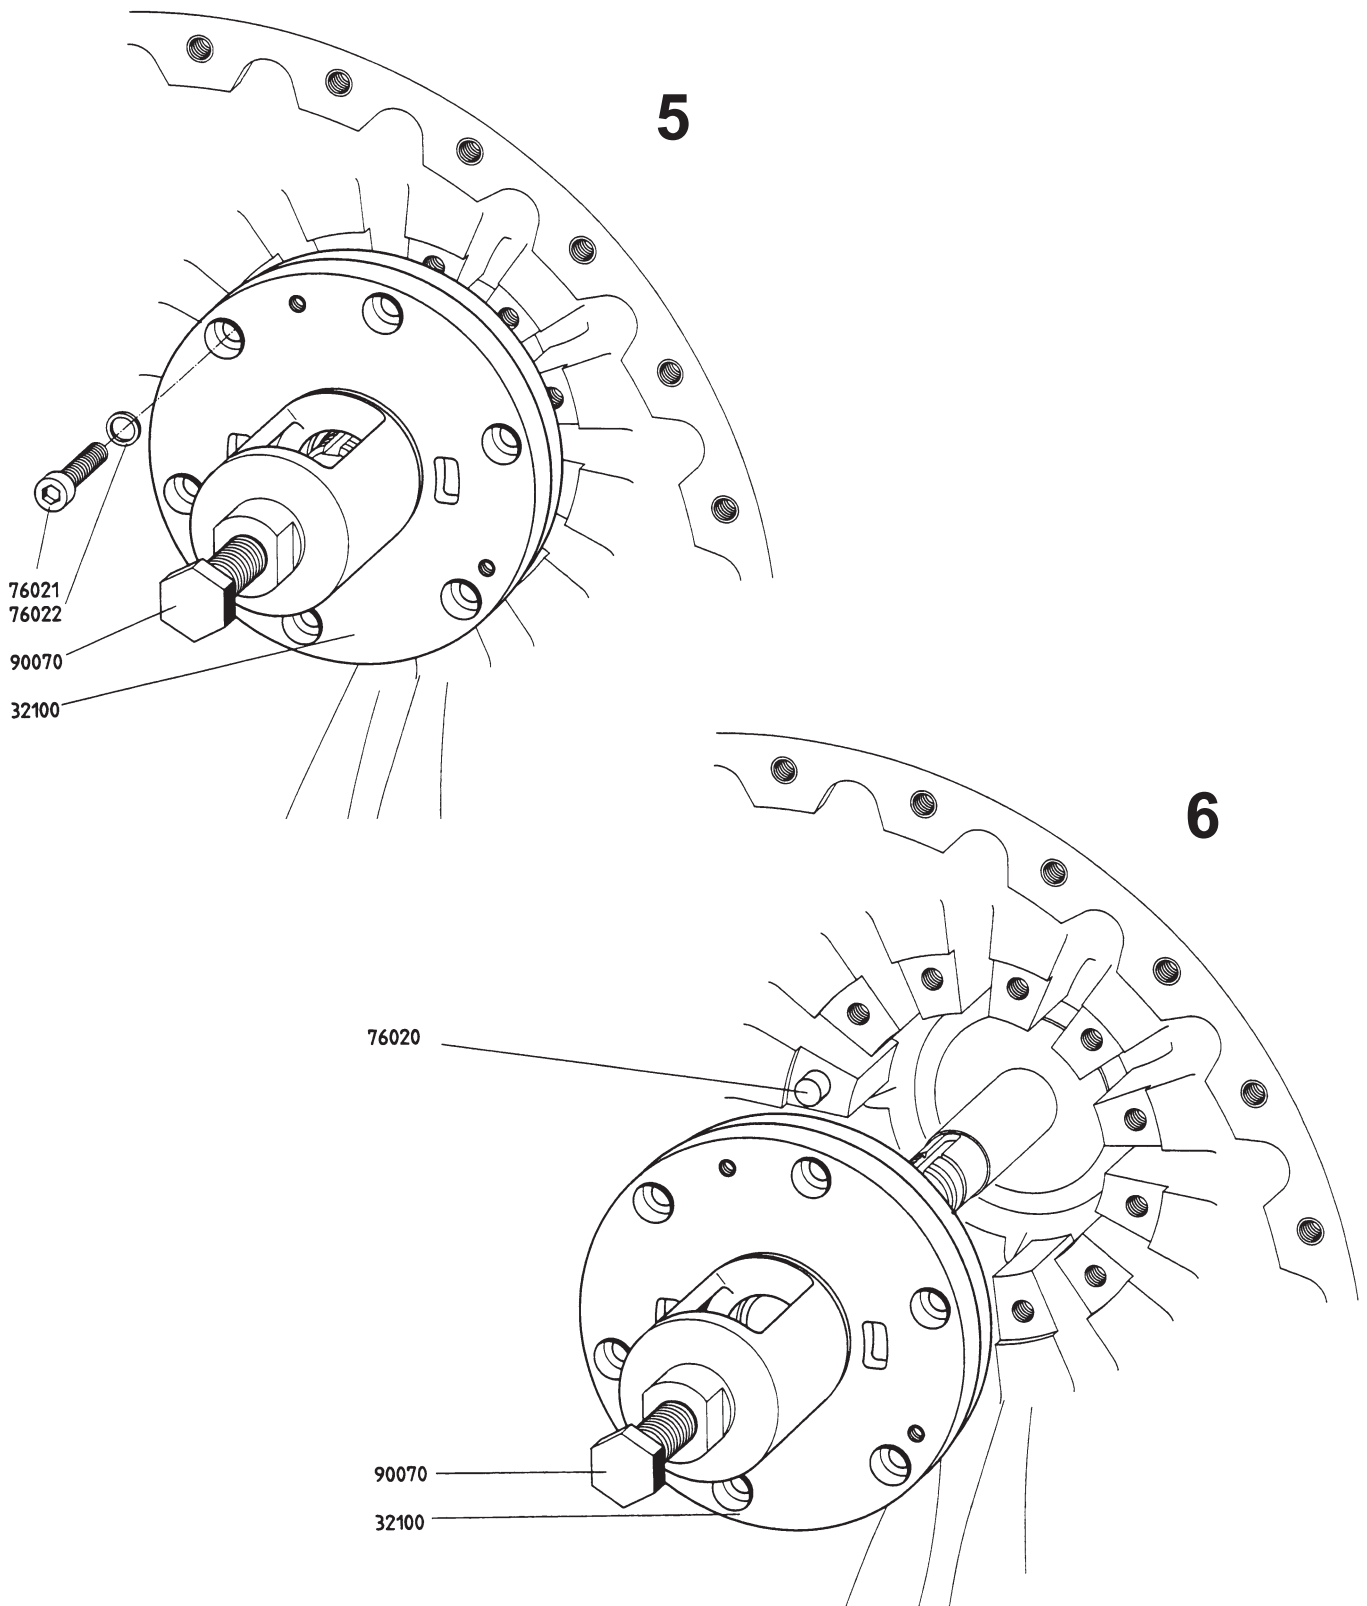

Fig. 5-4
- Screw the extractor (90070) into the holding device (90030) (see fig. 5-4/4).
- Schmierrad (32180) und Festhaltevorrichtung (90030) mit Abziehvorrichtung (90070) abziehen (s. Fig.5-4/4).
- Zyl-Schrauben (76021) und Federringe bzw. Sperrkantringe (76022) entfernen (s. Fig. 5-4/5).
- Abziehvorrichtung (90070) auf die innere Lagerbüchse schrauben und Lager (32100) abziehen (s. Fig. 5-4/6).
Vorsicht ! Den Führungsbolzen (76020) keinesfalls entfernen (s. Fig. 5-4/6). Der Bolzen bestimmt die Lage des Lagers !
- Remove the oil slinger (32180) together with the extractor (90070) and holding device (90030) (see fig. 5-4/4).
- Remove socket screws (76021) and locking washers or locking edge washers (76022) (see fig. 5-4/5).
- Screw the extractor (90070) to the inner bearing bush and remove the bearing (32100) (see fig. 5-4/6).
Caution ! Do not remove the guide bolt (76020) under any circumstances (s. fig. 5-4/6). It determines the position of the bearing !